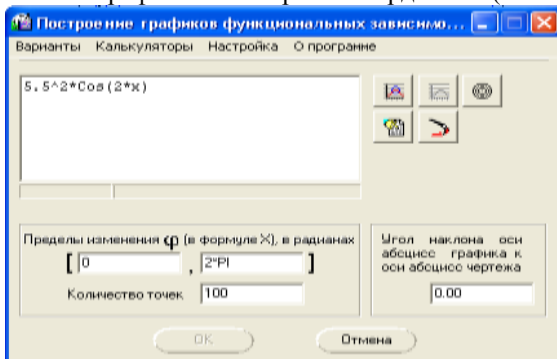

Рис.26
3. Задать режим работы библиотеки, нажав кнопку построения графиков в полярных координатах(Рис.26).